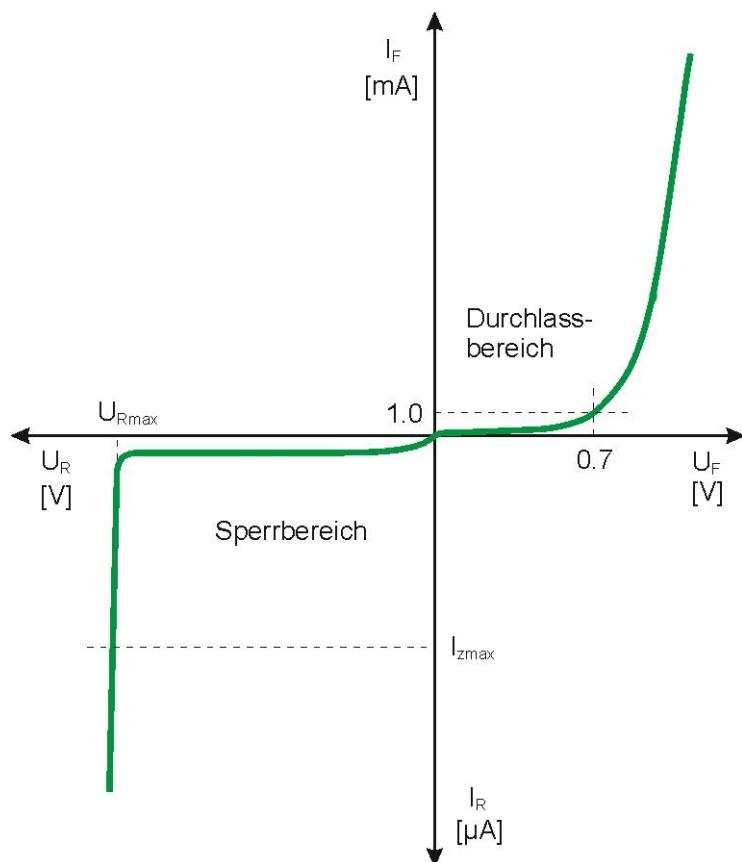

Abbildung 16: typische Strom-Spannungskennlinie einer Si-Kleinsignal-Diode
- zu 3.: *Stellen Sie für jede der sechs möglichen R3/C1-Kombinationen den zeitlichen Verlauf folgender Größen zusammengefasst in einem Diagramm dar: $U_E, I_{D1}, U_{D1}, U_{R3}, I_{C1}$ und I_{R3} (siehe Abb.16). Erklären Sie die Vorgänge in der Schaltung (gleichrichten, laden-entladen, belasten) anhand einer typischen Messung und berechnen bzw. bewerten Sie die Welligkeit von U_{R3} .*